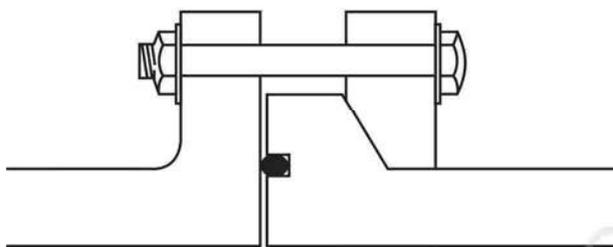

Figure 3-15 Joint à bride tournante avec joint torique
- 1 Un joint torique (une gorge est nécessaire dans la bride, voir **figure 3-15**).